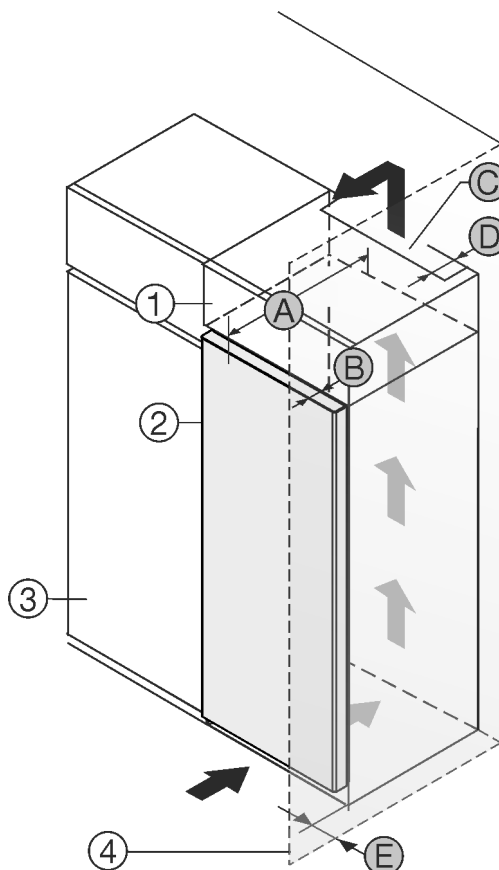

Fig. 1
- (1) Rátétszekrény *
- (2) Berendezés *
- (3) Konyhaszekrény *
- (4) Fal *
- (5) Készülék mélysége *
- (6) Ajtó mélysége *
- (7) Szellőzés keresztmetszete *
- (8) Készülék hátsó oldalának távolsága *
- (9) Távolság a készülék oldalától *
A készülék közvetlenül a konyhaszekrény Fig. 1 (3) mellé állítható.*
A rátétszekrény hátoldalán egy megadott mélységű Fig. 1 (D) szellőzőaknákat kell kialakítani a rátétszekrény teljes szélességében.*
A mennyezet alatt be kell tartani a szellőző keresztmetszetet Fig. 1 (C).*
Ha a készüléket a zsanérjaival a fal Fig. 1 (4) mellé állítja fel, legalább 13 mm távolságot kell tartani a faltól.*
Ha a készüléket a zsanérjaival a fal Fig. 1 (4) mellé állítja fel, legalább 20 mm távolságot kell tartani a faltól.*
Ahhoz, hogy az ajtót teljesen ki tudja nyitni, a készüléknek a konyhaszekrény elülső oldalához képest legalább az ajtó mélységének Fig. 1 (B) megfelelően ki kell állnia. A konyhaszekrények Fig. 1 (3) mélységétől és a fali távtartók használatától függően a készülék nagyobb mértékben is túllóghat előre felé.*